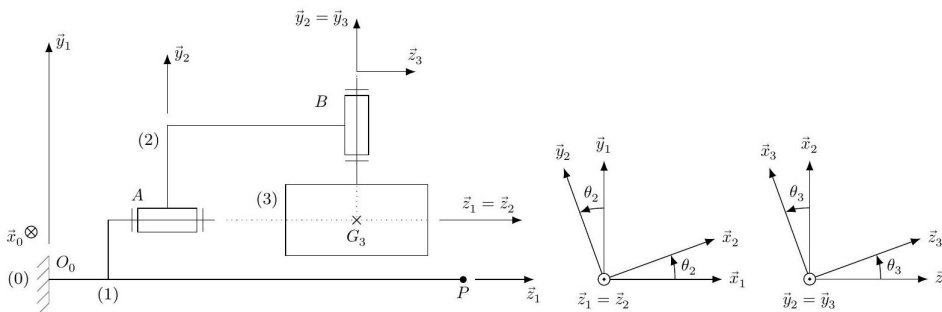

FIGURE 3 – Schéma cinématique simplifié du mécanisme (représenté pour  $\theta_2 = \theta_3 = 0$ ) et figures de changement de base
Pour déterminer les actions mécaniques créées par le système GyroLock sur le stabilisateur (1), un modèle simplifié du mécanisme, donné figure 3, est utilisé. Ce modèle simplifié, dans lequel la liaison entre le stabilisateur (1) et la table d'opération (0) est modélisée par un encastrement, permet :
- ▶ d'étudier l'effet gyroscopique  $c_x(t)$  créé par le système GyroLock permettant de compenser l'effet de l'effort cardiaque, sans prendre en compte le mouvement du stabilisateur (1);
Le système GyroLock, dont la modélisation est donnée figure 3, est composé de trois solides :